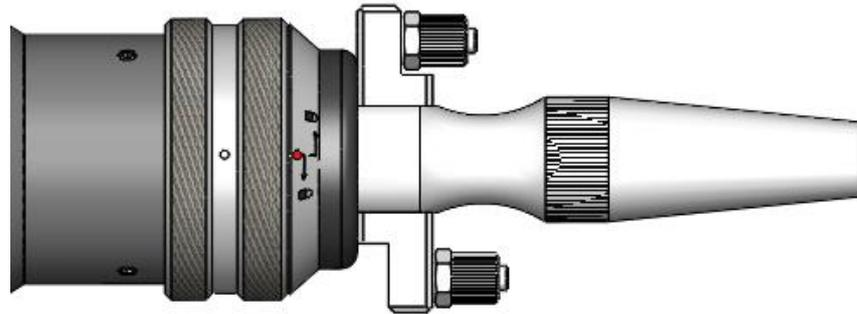

图1.9
- ⑤ 顺时针方向旋至极限位置（可以感觉到“噔”的一声），向上提起旋转螺母，再次顺时针旋转螺母直至压紧光纤头，将QBH连接器拧至锁紧状态（注意转到位即可，不要大力拧动，否则可能会损坏QBH内部结构）如下图1.9所示。